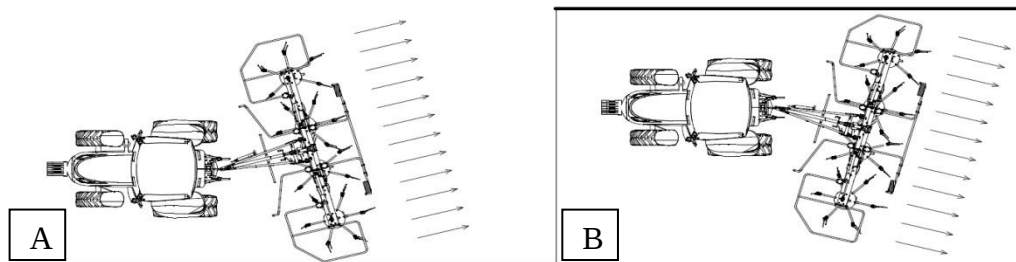

Abbildung 18 Umwenden der Schwade vom Rande aus
Das Umwenden der Schwade kann durch Drehen des Wenders von rechts (Abbildung 18 A) oder von links (Abbildung 18 B) vom Rand der Wiese in die Mitte erfolgen.
- a) nach links drehen - Wenden nach rechts (Abbildung 18 A),
- b) nach rechts drehen - Wenden nach links (Abbildung 18 B),